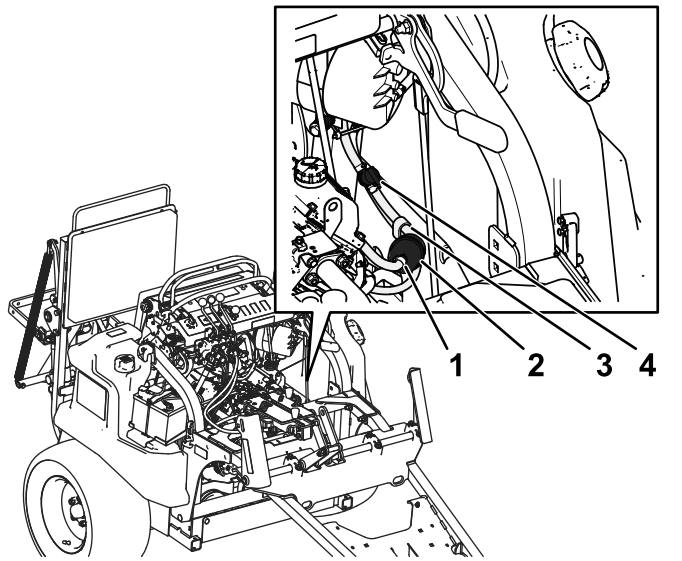

図 85
7. 燃料フィルタの戦後で燃料ラインにクランプを掛ける 図 85。
8. 古いフィルタのクランプをゆるめて脇に寄せる (図 85)。